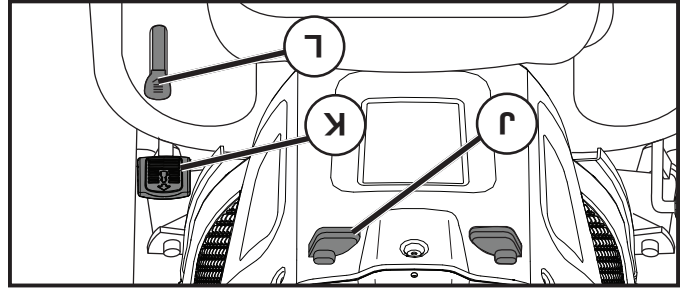

Fig. 20
(Voir la Fig. 20)
COMMENT UTILISER LE RÉGULATEUR DE VITESSE (J) (Voir la Fig. 20)